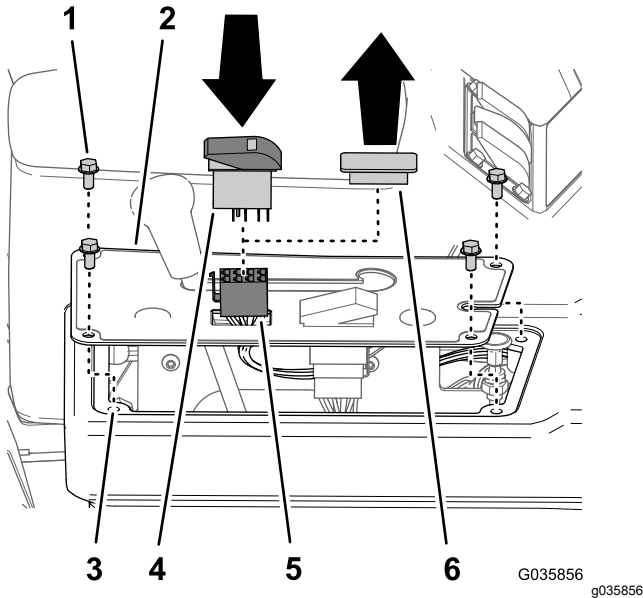

Figura 21
1. Si están instalados, retire los 4 pernos con arandela prensada (1/4" x 1/2") que sujetan la cubierta del panel en la parte superior de la consola, tal y como se muestra en la Figura 21.
2. Retire el tapón del interruptor de la cubierta del panel de la consola (Figura 21).
3. Alinee el conector hembra de 8 vías del arnés de cables del kit de acabado del brazo Ultra Sonic Boom a través de la abertura en la cubierta del panel (Figura 21).
4. Conecte el conector hembra de 8 vías del arnés de cables del kit de acabado del brazo Ultra Sonic Boom etiquetado MODO MANUAL SÓNICO FRENTE A AUTOMÁTICO al interruptor basculante (Figura 21).
5. Instale el interruptor basculante en la abertura del panel del salpicadero hasta que el interruptor encaje en su sitio (Figura 21).
6. Alinee los taladros de la cubierta del panel con los taladros de la parte superior de la consola (Figura 21).
7. Sujete el panel a la consola con los pernos (Figura 21) que retiró en el paso 1.